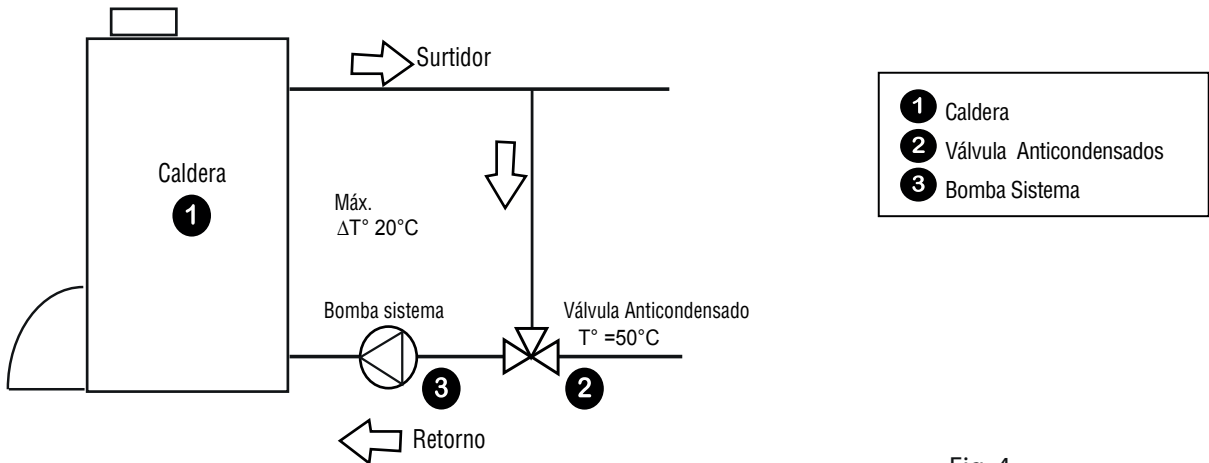

Fig. 4
2.7 Válvula Anticondensado (Fig.4), 2 Anti Shock Térmico.